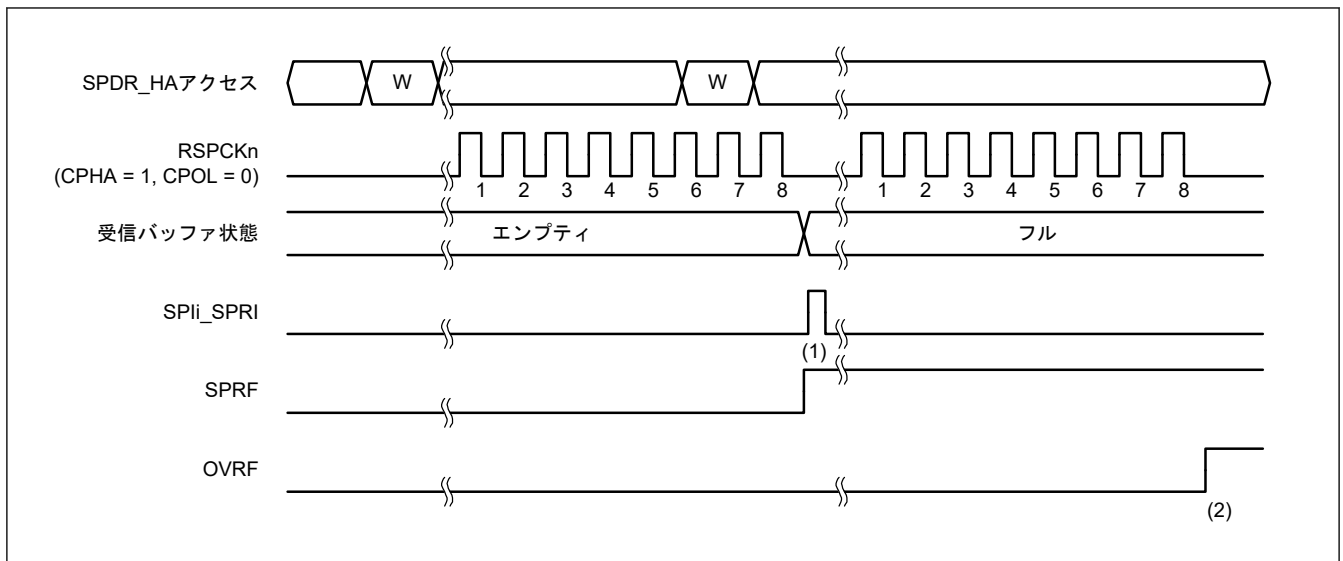
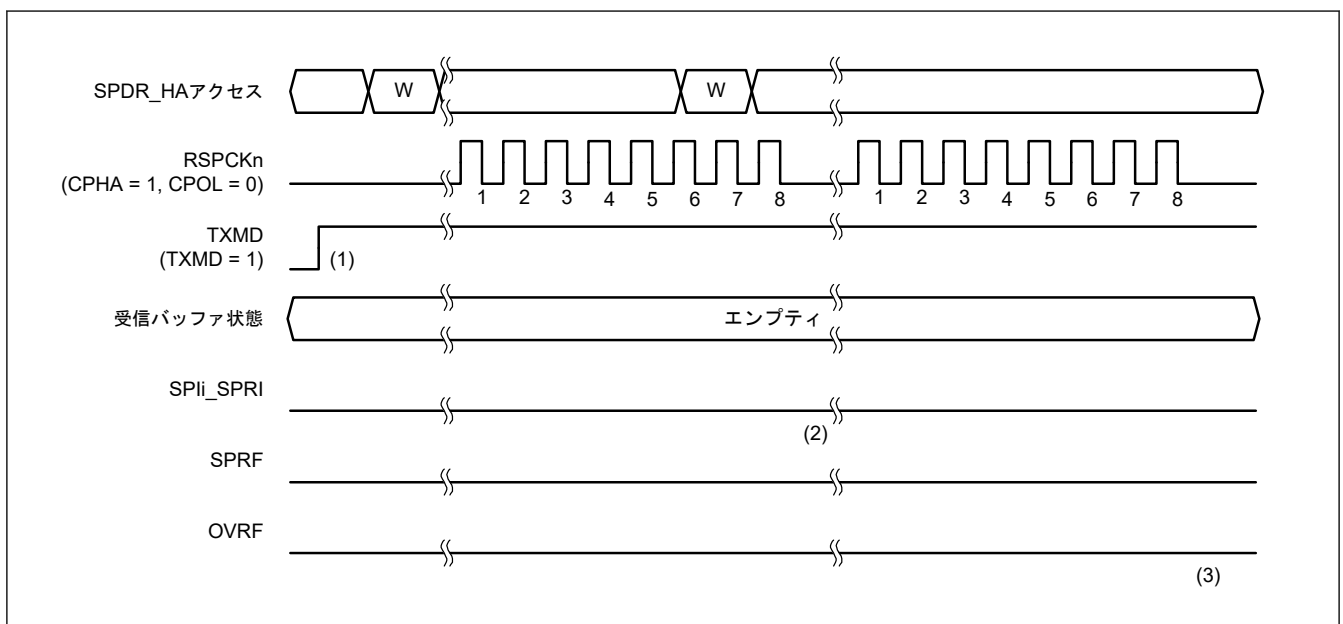
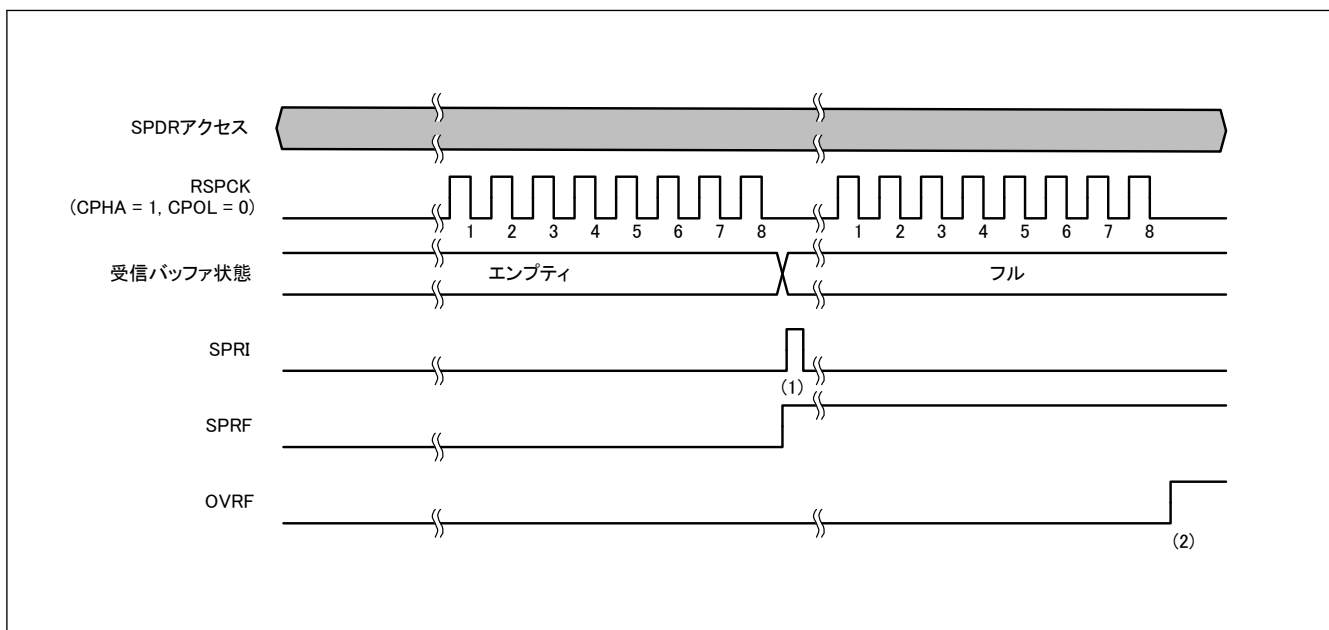

図 34.26 SPCR3.ETXMD = 0 かつ SPCR.TXMD = 0 の動作例
図 34.27 SPCR3.ETXMD = 0 および SPCR.TXMD = 1 の動作例
図 34.28 MSTR = 0 かつ ETXMD = 1 の場合の動作例
通信動作モード選択ビット (SPCR.TXMD) の設定により、全二重同期式シリアル通信または送信のみの動作が選択できます (拡張通信モード選択ビット (SPCR3.ETXMD) が 0 の場合)。SPCR3.ETXMD ビットが 1 の場合、スレーブモード (SPCR.MSTR = 0) で SPI の動作は受信のみです。これは SPCR.TXMD ビットが SPI の動作に影響を及ぼさないためです。図 34.26、図 34.27、および図 34.28 に記載した SPDR アクセスは、SPDR レジスタへのアクセス状況を示しています。W は書き込みサイクルを示しています。
図 34.26 に、SPI コントロールレジスタ 3 (SPCR3) の拡張通信モード選択ビット (ETXMD) を 0、通信動作モード選択ビット (SPCR.TXMD) を 0 にした場合の動作例を示します。この例では、SPDCR.SPFC[1:0] ビットが 00b、SPCMDm.CPHA ビットが 1、SPCMDm.CPOL ビットが 0 の設定で、SPI が 8 ビットのシリアル転送を実行しています。RSPCKn 波形の下に記載した数字は、RSPCK サイクル数 (= 転送ビット数) を示しています。
以下に、図 34.26 の (1)、(2) に示したタイミングでのフラグ動作を説明します。
図 34.27 に、拡張通信モード選択ビット (SPCR3.ETXMD) を 0 にした場合および通信動作モード選択ビット (SPCR.TXMD) を 1 にした場合の動作例を示します。この例では、SPDCR.SPFC[1:0] ビットが 00b、SPCMDm.CPHA ビットが 1、SPCMDm.CPOL ビットが 0 の設定で、SPI が 8 ビットのシリアル転送を実行しています。RSPCKn 波形の下に記載した数字は RSPCK サイクル数 (= 転送ビット数) を示しています。
以下に、図 34.27 の (1)~(3) に示したタイミングでのフラグの動作内容を説明します。
SPI コントロールレジスタ (SPCR) の SPI マスタ/スレーブモード選択ビット (MSTR) を 0 に設定し、SPI コントロールレジスタ 3 (SPCR3) の拡張通信モード選択ビット (ETXMD) を 1 に設定した場合の動作例を図 34.28 に示します。SPI データコントロールレジスタ (SPDCR) の SPFC[1:0] ビット = 00b、SPI コマンドレジスタ (SPCMD) の CPHA ビット = 1、SPCMD の CPOL ビット = 0 の設定で、SPI が 8 ビットデータシリアル転送をする例を図 34.28 に示します。RSPCK 波形の下の番号は、RSPCK 周期の番号 (転送ビットの番号) を示します。